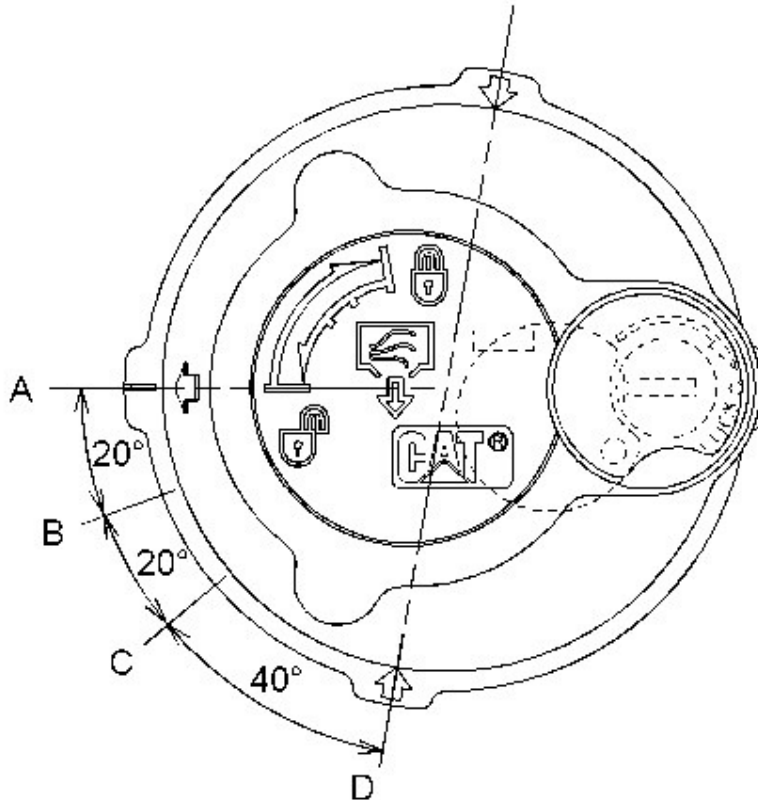

Ilustración 3
- (C) Posición ALIVIO DE PRESIÓN - FINALIZAR
- (D) Posición ABIERTA
7. Suelte la presión que puede haber en el circuito hidráulico de retorno con el siguiente procedimiento. Consulte la Ilustración 3 para ver las posiciones de la tapa del tubo de llenado.
- a. Gire la tapa del tubo de llenado hacia la izquierda y mueva la flecha de la posición (A) a la posición (B).
- b. Suelte la presión durante un mínimo de 45 segundos moviendo la flecha de la posición (B) a la posición (C).
- c. Oprima la tapa del tubo de llenado y muévela para que la flecha vaya de la posición (C) a la posición (D).